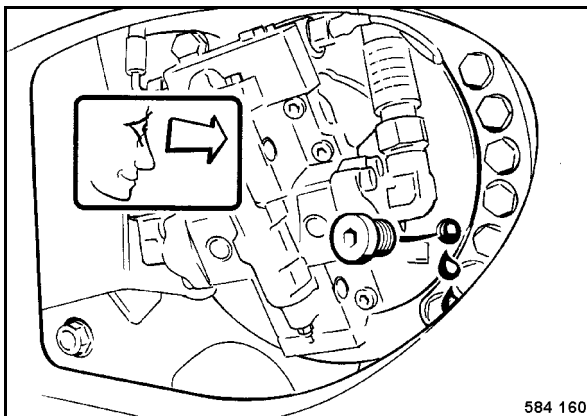

Fig. 157
- Desenroscar el tapón de control (Fig. 157) y comprobar el nivel de aceite.